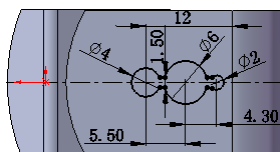

图 7.27 横断面草图
② 定义横断面草图。在草图环境中绘制图 7.27 所示的横断面草图。
(3) 定义切除深度属性。在“切除—拉伸”对话框的**方向1**区域的下拉列表中选择**成形到下一面**选项, 选中☒ **正交切除(N)**复选框。其他采用系统默认设置值。
(4) 单击按钮, 完成切除—拉伸 2 的创建。